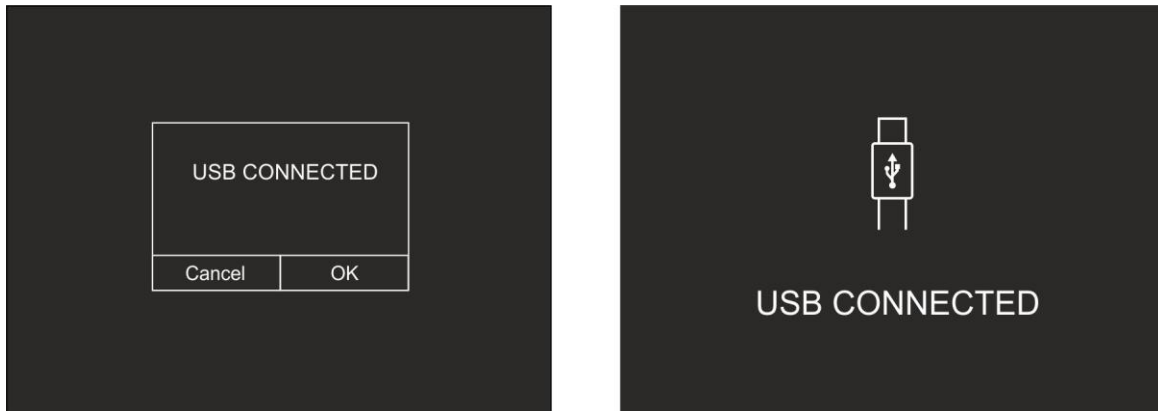

Fig. 13: Conexión del instrumento al PC
3. Conecte el instrumento al PC con el cable USB suministrado en dotación. Se muestra la pantalla de Fig. 13 – parte izquierda:
4. Confirme con “OK” para activar la conexión o bien toque en “Anular” para volver al menú principal. Se muestra la pantalla de la Fig. 13 – parte derecha y el instrumento no aceptará ningún comando